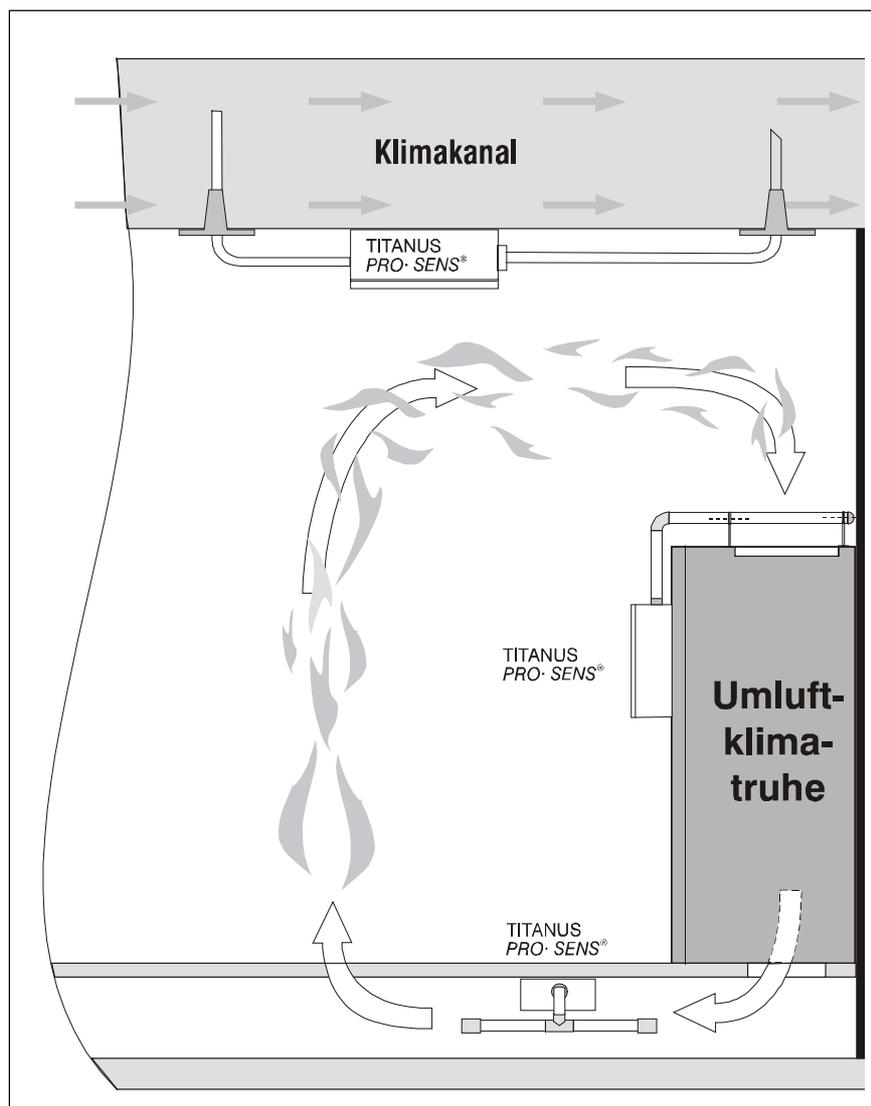

Abb. 1.2: Überwachungsmöglichkeiten einer Umluftklimatruhe bzw. eines Klimakanals (Prinzipdarstellung)
- an Klimatruhen (siehe Abb. 1.2) oder